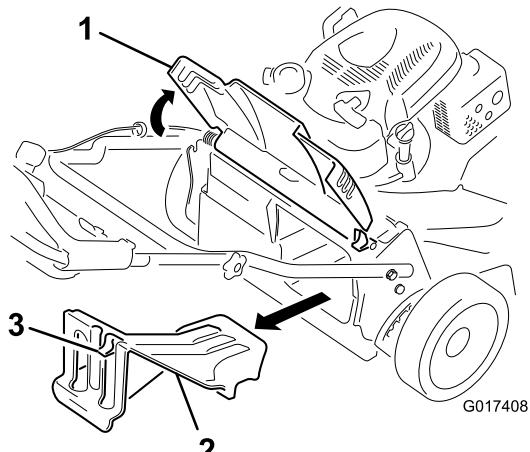

Figure 25
- Soulevez le déflecteur arrière et gardez-le dans cette position (Figure 25)
- Déposez l'obturateur d'éjecteur arrière en appuyant sur le verrou avec le pouce et en tirant l'obturateur pour le sortir de la machine (Figure 25).